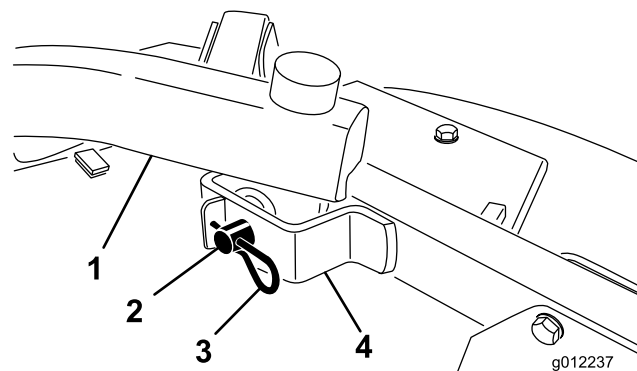

Figura 24
2. Retire los pasadores y las chavetas que fijan los brazos de elevación a los soportes de los brazos de las ruedas giratorias (Figura 24).